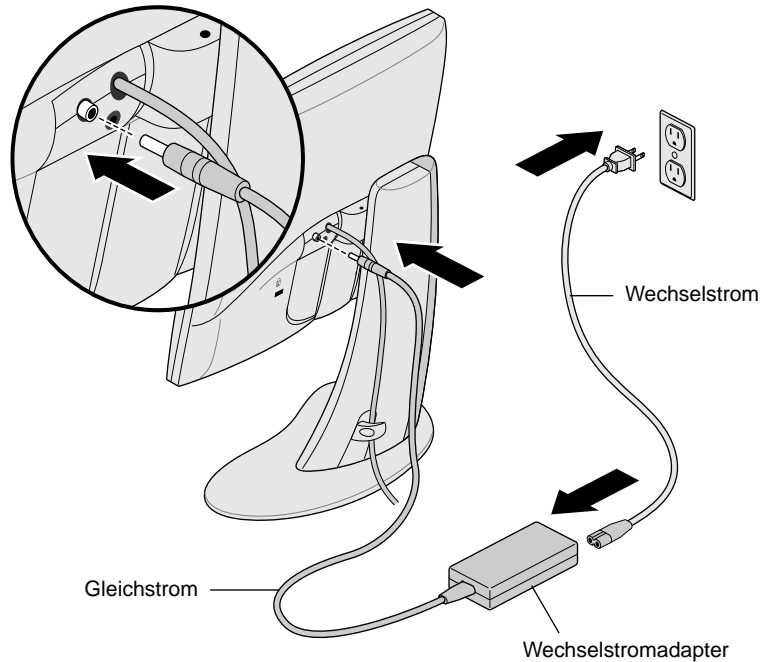

Abbildung 1-2 Anschließen des Stromversorgungskabels und des Netzteils
- Schließen Sie das Gleichstromkabel des Netzteils wie in Abbildung 1-2 an den Gleichstromeingang auf der Rückseite des Flachbildschirms an.